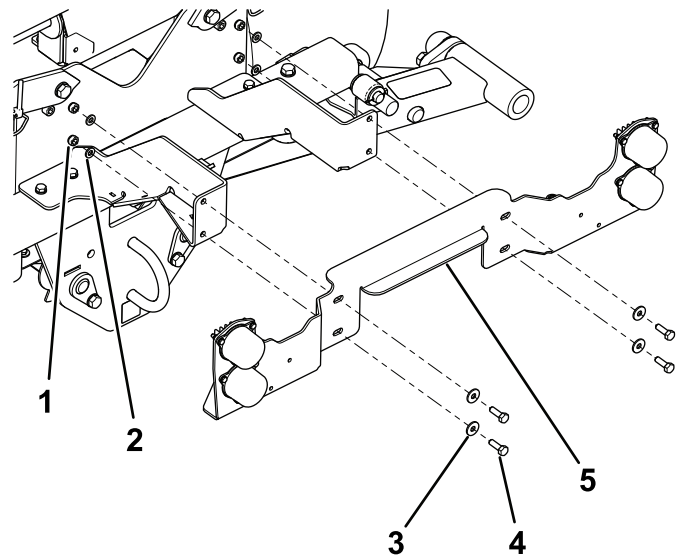

Bild 19
3. Befestigen Sie die Frontscheinwerferhalterung an der Lampenstütze mit 4 Sechskantschrauben (8 mm x 25 mm), 4 Scheiben (8 mm), 4 Scheiben (5/16 Zoll) und 4 Sicherungsmuttern (8 mm), wie in Bild 19 abgebildet.